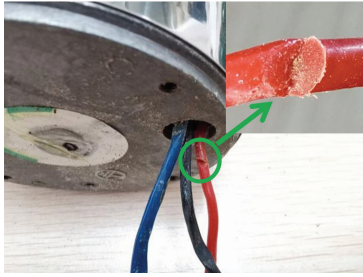

图2-导线穿过孔洞处破损
(2) 电机引出线孔洞处无绝缘子或其他等效物固定在开口处,电线有压痕,导线外皮由于受热融化,内部铜线露出。导线内铜线与外壳接触就会存在外壳带电。见图2。